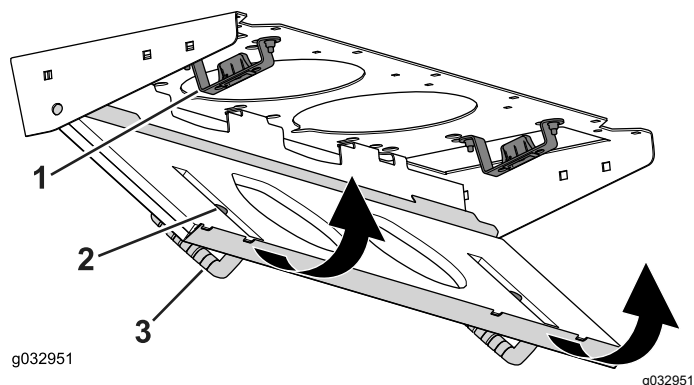

Figura 89
4. Rotiți ecranul filtrului în jurul proeminențelor până când elementul de fixare se blochează în ansamblul acestuia (Figura 89).